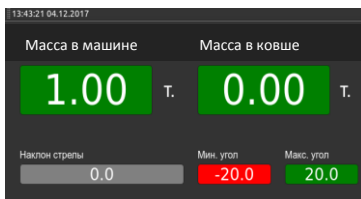
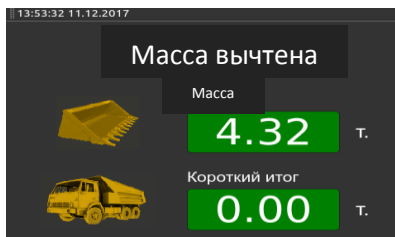
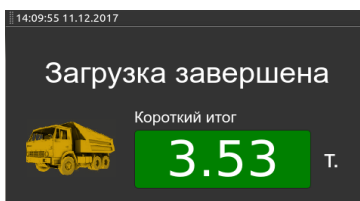

Рисунок 3. Взвешивание
Рисунок 8. Масса вычтена
Рисунок 10. Загрузка завершена
Система взвешивания включается автоматически во время запуска погрузчика. Если система взвешивания откалибрована, то после загрузки системы открывается экран взвешивания (рис.3). На данном экране отображаются короткий итог по машине и значение предыдущей измеренной массы, а также текущий наклон стрелы погрузчика и точки начала и конца взвешивания.
3. Появится экран «Масса вычтена» (рис.8), на котором отобразится последняя масса груза в ковше и общий итог по машине. Автоматически распечатается бумажный отчет, в котором указываются время и масса груза в ковше, которая была вычтена.
Для завершения загрузки (рис.10) нажать кнопку «С» на блоке управления в режимах: «Взвешивание» (рис.3), «Масса добавлена» (рис.6), «Масса вычтена» (рис.8).